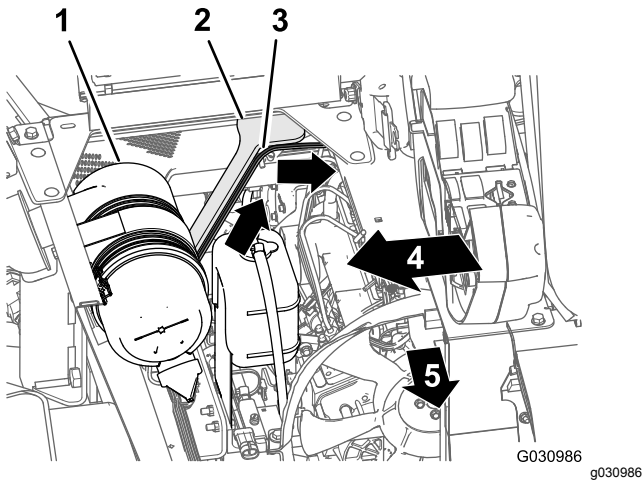

Bild 136
1. Verlegen Sie den 165-cm-Zweig des Kabelbaums nach oben und in den hinteren Teil des Motorraums, entlang der rechten Stütze für die Motorhaube und an der Vorderseite des Schachts, der den Luftfilter und den Motor verbindet (Bild 136).